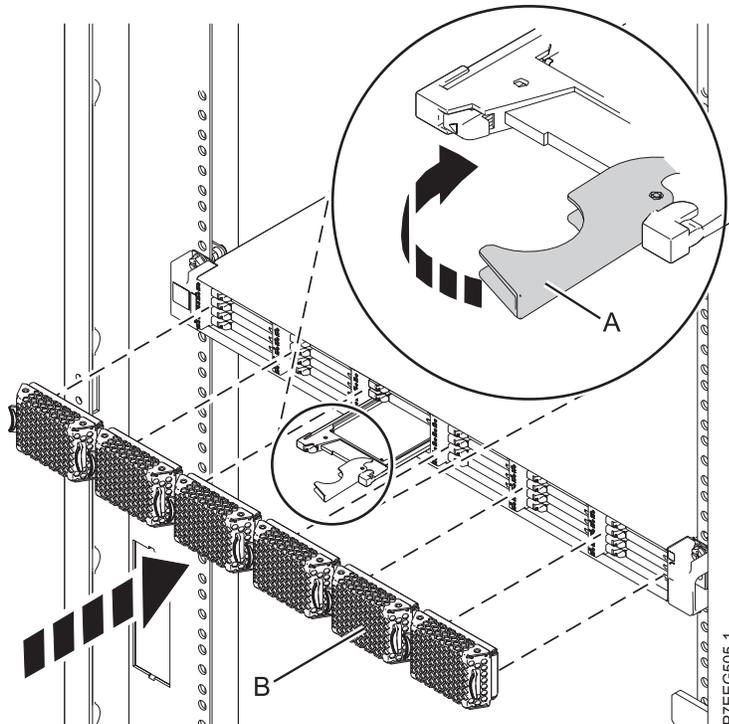

Abbildung 20. Solid-State-Laufwerk in PCIe-Speichereinheit EDR1 austauschen
4. Wenn die Kennzeichnungsanzeige für das Solid-State-Laufwerk blinkt, schieben Sie das Solid-State-Laufwerk bis zum Anschlag in die PCIe-Speichereinheit EDR1. Drehen Sie dann den Griff (A) in die verriegelte Position. Siehe Abb. 20 auf Seite 35.
5. Installieren Sie die Frontblende (B).